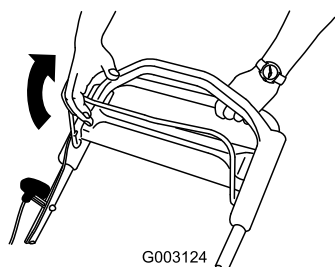

Figura 21
2. Tire de la barra de control de la cuchilla hacia el manillar (Figura 21).